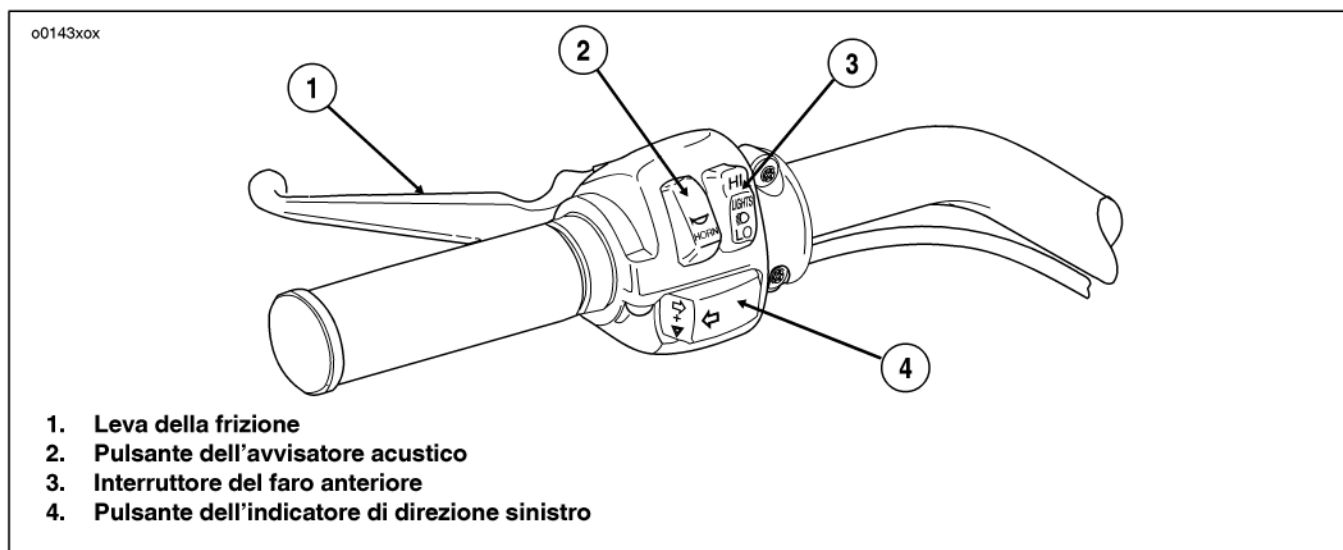
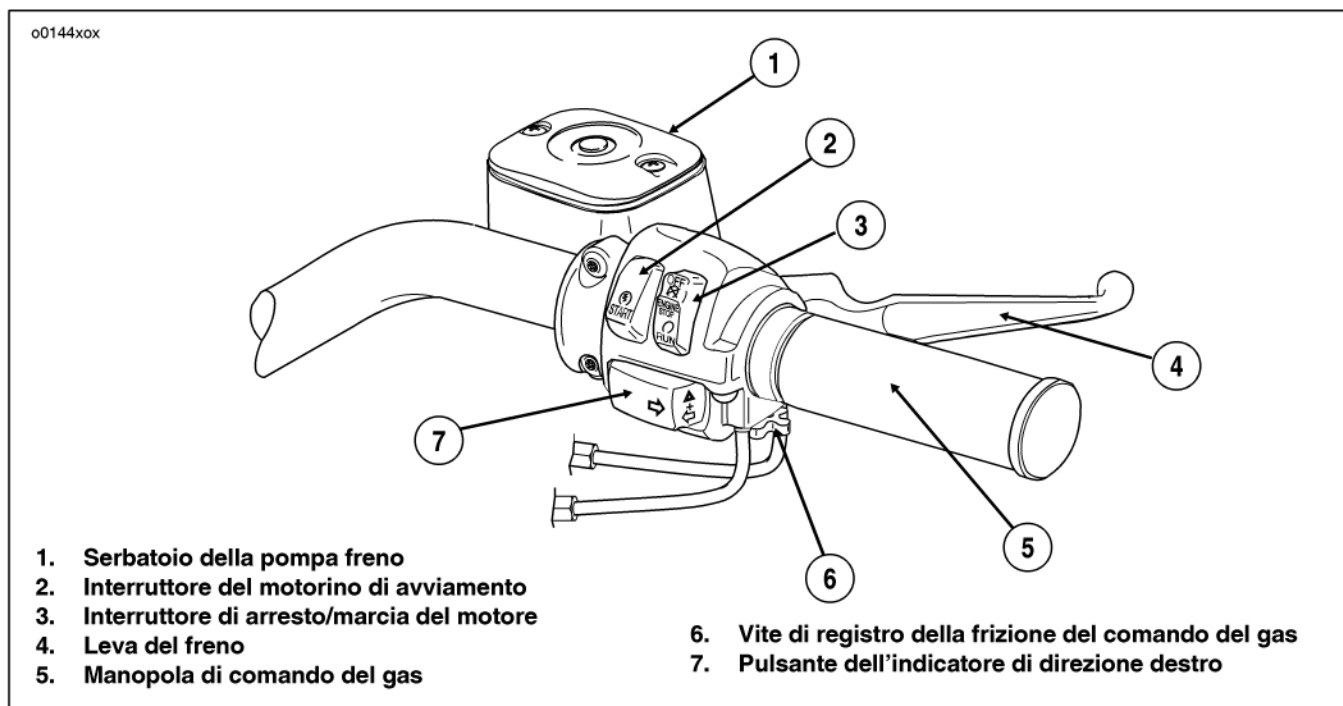

Figura 17. Comandi del manubrio sinistro
Figura 18. Comandi del manubrio destro
Vedere la Figura 18. L'interruttore del motorino d'avviamento è situato sul gruppo dei comandi del manubrio destro. Per informazioni dettagliate sul funzionamento, vedere la sezione AVVIAMENTO DEL MOTORE.
Vedere la Figura 18. L'interruttore di arresto del motore è situato sul gruppo dei comandi del manubrio destro.
Vedere la Figura 17. L'avvisatore acustico viene azionato spingendo il pulsante dell'avvisatore acustico situato sul gruppo dei comandi del manubrio sinistro.
Vedere la Figura 17. L'interruttore del faro anteriore è situato sul gruppo dei comandi del manubrio sinistro e controlla le luci abbaglianti e anabbaglianti del faro anteriore.
Vedere la Figura 18. L'interruttore degli indicatori di direzione a destra aziona gli indicatori rossi lampeggianti, anteriore e posteriore destro.
Vedere la Figura 17. L'interruttore degli indicatori di direzione a sinistra aziona gli indicatori rossi lampeggianti, anteriore e posteriore sinistro.
2. Vedere la Figura 17. e la Figura 18. Portare la chiave di accensione su OFF e se si desidera, attivare (se presente) il sistema di sicurezza. I lampeggiatori di emergenza continueranno a lampeggiare per due ore.